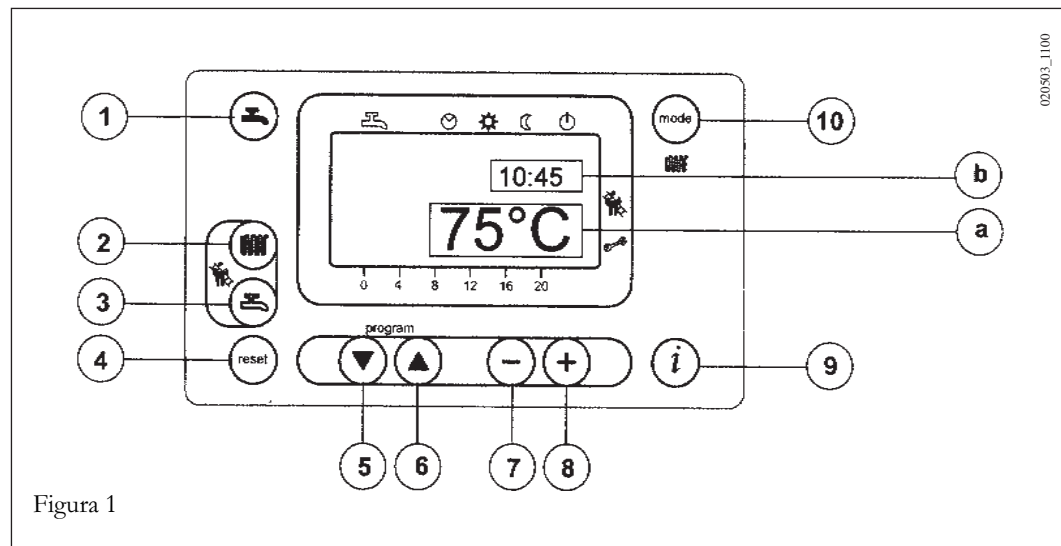
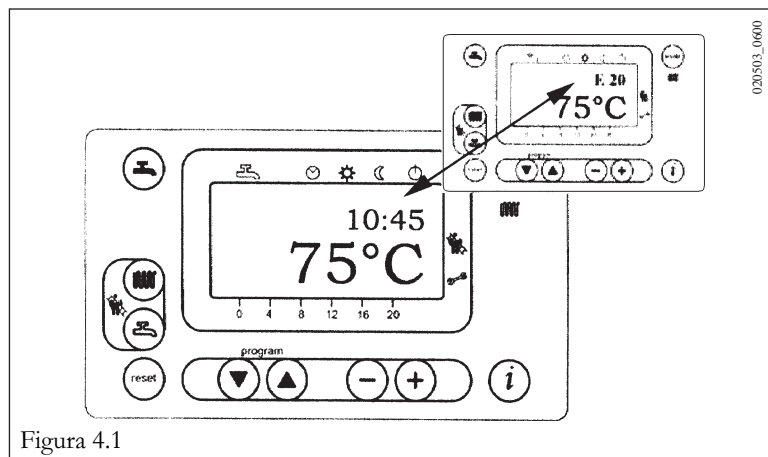

Figura 1
Figura 4.1
- Apăsați tasta ON (2- figura 1) pentru a seta temperatura de încălzire a apei;
- apăsați una din tastele mode (1 sau 10 - figura 1) pentru a memora și pentru a revenire la meniul principal.
N.b - Cu sonda externă racordată, cu ajutorul tastei $-$ $+$ (2 - figura 1) este
- Apăsați tasta ON (3- figura 1) pentru a seta temperatura maximă a apei menajere;
- apăsați una din cele două taste mode (1 sau 10 - figura 1) pentru a memora și pentru a reveni la meniul principal.
În caz de anomalie, pe afișaj este vizualizat un cod de semnalare cu iluminare intermitentă. Pe afișajul principal (figura 1 a) apar indicatoarele de anomalie împreună cu simbolul (figura 4). Reinițializarea este posibilă cu ajutorul butonului de resetare care trebuie apăsat timp de cel puțin două secunde.
Pe afișajul secundar (figura 1 b) apar alternativ indicatoarele de anomalie și oră care clipește intermitent (figura 4.1). Nu este posibilă resetarea indicatoarelor de anomalie care apar pe afișajul secundar, întrucât trebuie mai întâi îndepărtată cauza care a declanșat intrarea în funcțiune a indicatoarelor.